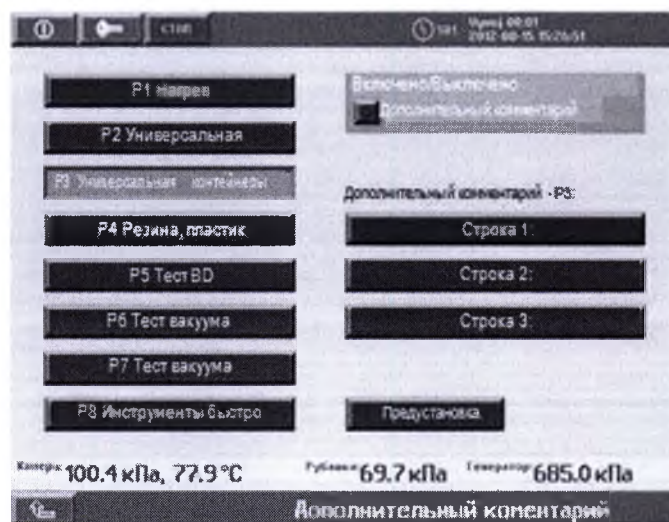

Рисунок 43 Дополнительный комментарий
- Нажмите кнопку меню «Дополнительный комментарий» рисунок 43.